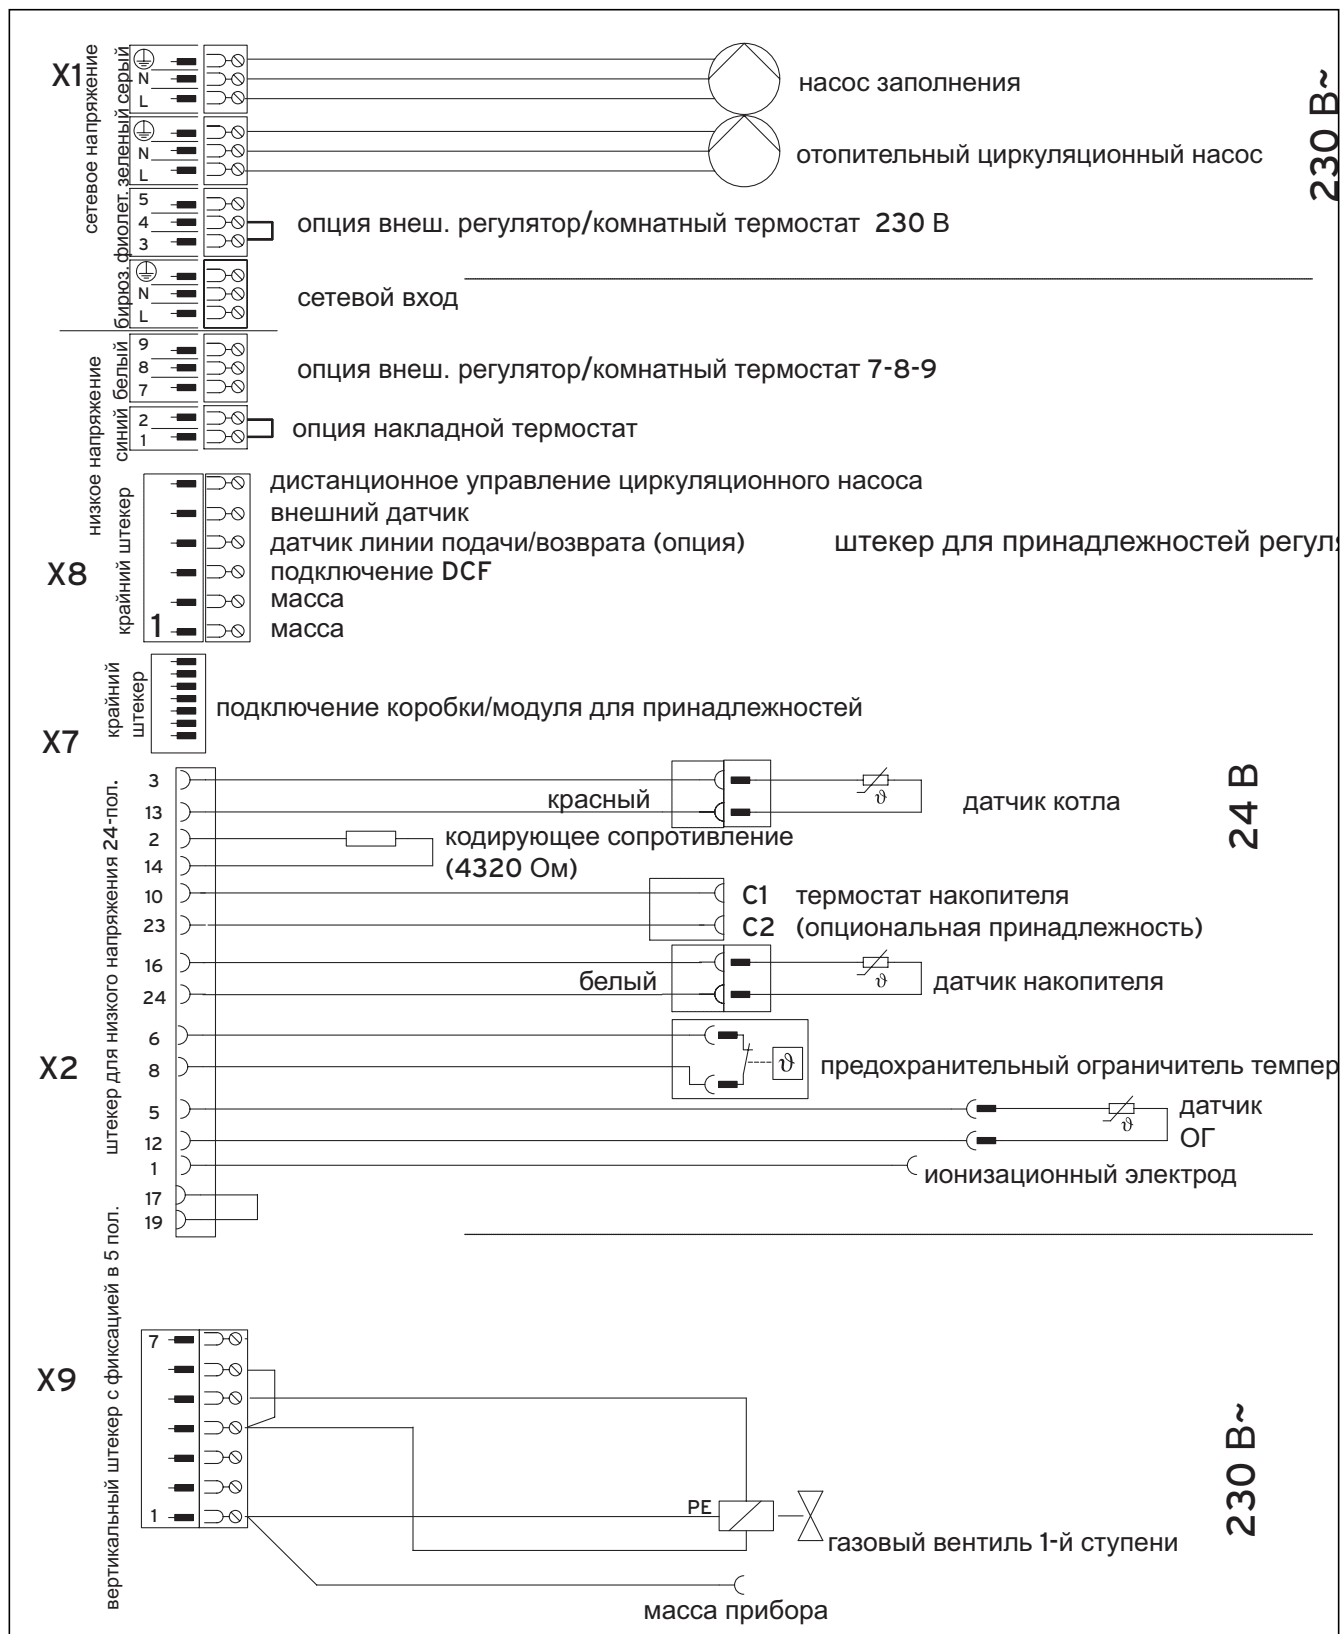

Рис. 4.5 Электроподсоединения atmoVIT combi
- Подключите предохранительное устройство для отключения при недостатке воды к "накладному термостату" (Pro E) с нулевым потенциалом, а клапан отработанных газов к принадлежности (положение подключений представлено на рис. 4.5).